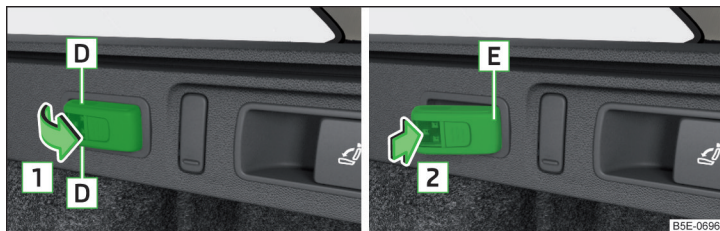

Fig. 143 Enlevez la lampe / remettre la lampe
- Pour le **retrait**, saisissez la lampe au niveau de la zone **D** et basculez-la dans le sens de la flèche **1** » fig. 143.
- **Insérer** d'abord la partie arrière **E** de la lampe dans le support » fig. 143, puis appuyer dans le sens de la flèche **2** jusqu'à ce qu'elle soit enfoncée de façon audible.